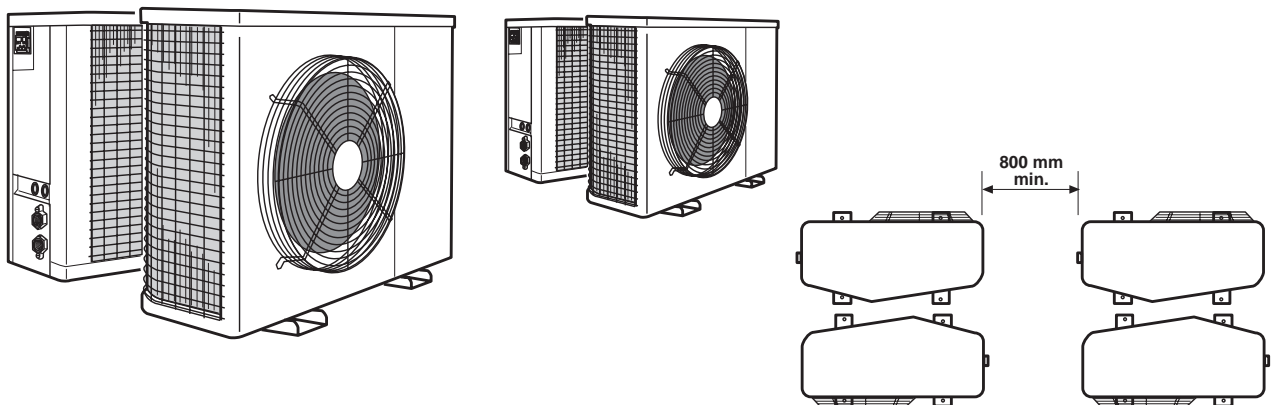

fig. 10 Multiple installation
- Figure 10 shows how multiple units can be arranged to save space without impairing operating efficiency.
- L'ingombro di più unità installate nella stessa area, può essere limitato disponendole come rappresentato in fig.10.
- La figure 10 illustre un exemple d'installation d'unités multiples, qui permet d'économiser de la place sans nuire à l'efficacité du système.
- *Abb. 10 zeigt, wie mehrere Geräte platzsparend angeordnet werden können, ohne die Geräteleistung zu beeinträchtigen.*
- La ilustración 10 muestra como pueden colocarse las unidades múltiples para ahorrar espacio sin alterar la eficiencia de funcionamiento.